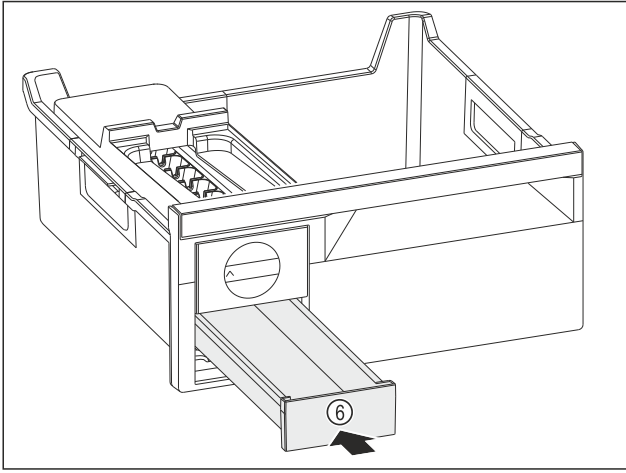

Fig. 83
- Buz küpü çekmesini Fig. 83 (6) içeri itin.